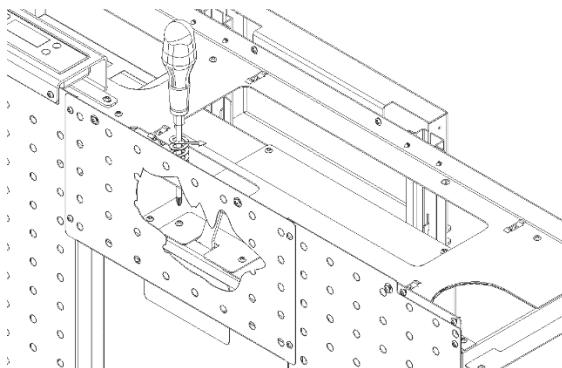

Figura 77 - Remoção tampo de bloqueio
n) Concluída a montagem elétrica e antes de proceder a montagem da lateral, deve-se retirar a patilha de bloqueio do registo de ar canalizável, desapertando os parafusos que à fixa a câmara de combustão tal como demostra a Figura 77.